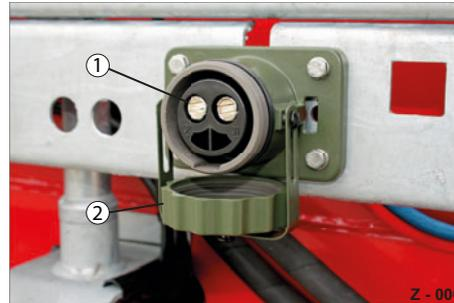

Abb. 16 NATO-Steckdose
► Schrauben Sie die Verschlusskappe (Abb. 16/2) ab.